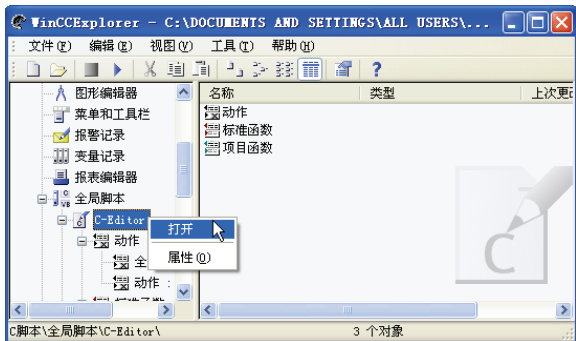

图 9-24 打开全局脚本 C-编辑器
3) 打开全局脚本 C-编辑器。如图 9-24 所示，选中“C-Editor”，单击鼠标右键，在弹出的菜单中单击“打开”命令即可打开全局脚本编辑器。